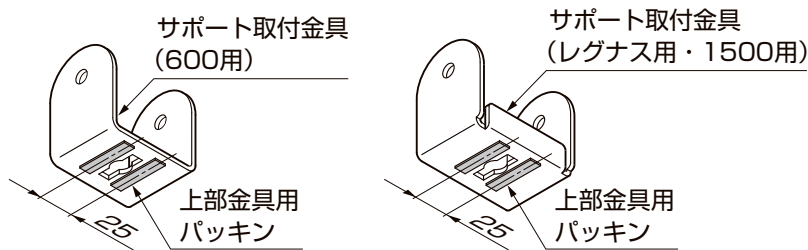

図3-1
①上部金具用パッキンをサポート取付金具に貼付けてください。(図3-1参照)
(2) サポート取付金具の取付け
- レグナス用・1500用のサポート取付金具は折り返しがついていますが、折り返し部が前枠側、後枠側どちらでも構いません。(図3-1参照)